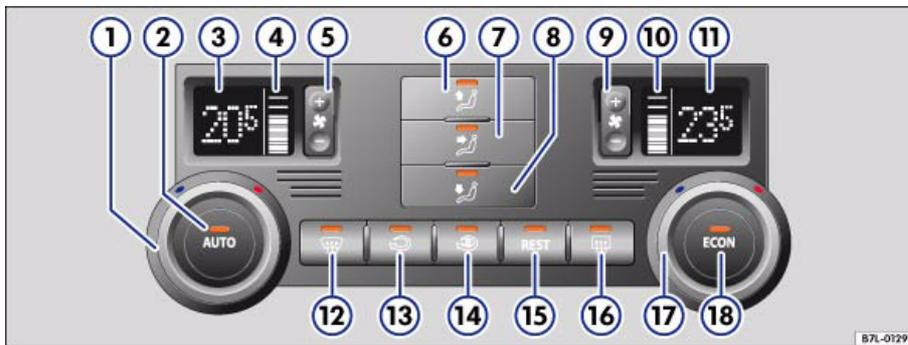

Abb. 88 In der Instrumententafel: Bedienelemente der 2C-Climatronic
- Drehen Sie den Temperaturregler ⇒ Abb. 88 ① oder ⑰, um die Temperatur für die linke bzw. rechte Seite einzustellen.
– Drücken Sie eine der Tasten ⇒ Seite 117, Abb. 88 (5) bis (9). Die gelbe Lampe in der Taste **AUTO** erlischt.